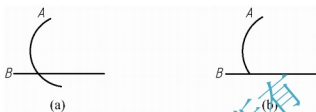

图 4-12 修剪命令(相交)
(1) 将图 4-12(a)编辑修剪成图 4-12(b)。
选择要修剪的对象，或按住 **Shift** 键选择要延伸的对象，或[栏选(F)/窗交(C)/投影(P)/边(E)/删除(R)/放弃(U)]：拾取圆弧 A 中要剪切的部分(结果如图 4-12(b))